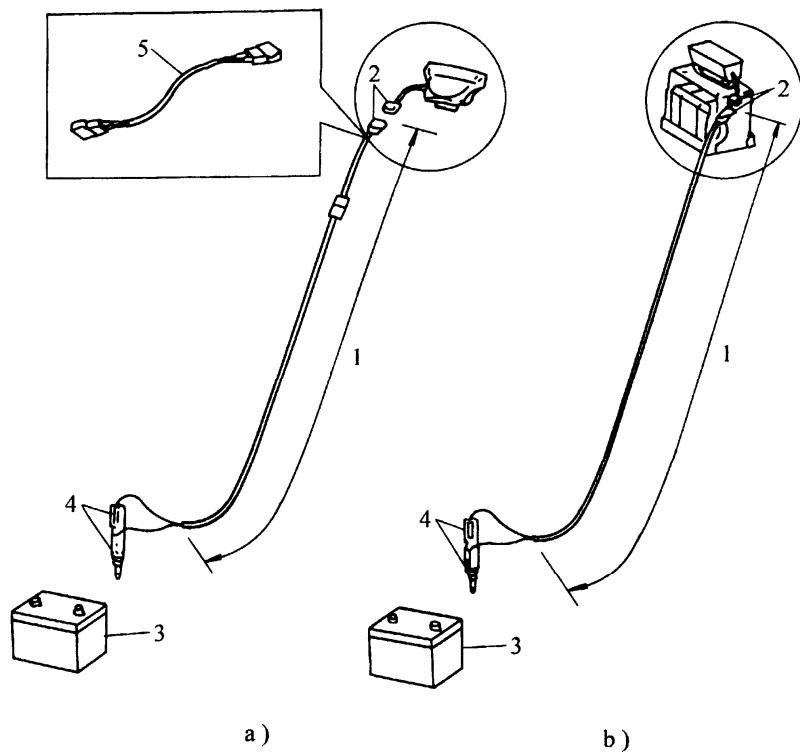

图 10-35 拉开引爆线束
- (3) 拆下安全气囊模块。
- (4) 暂时将安全气囊模块放在工作台上，装饰盖板必须朝上。
- (5) 在地上整理出一块直径约 2m 的地方，以供引爆时放置安全气囊模块。
- (6) 将引爆线拉伸至全长 10m，在引爆线束的短接端放置电源（最小 12V, 2A），蓄电池即可，见图 10-35。